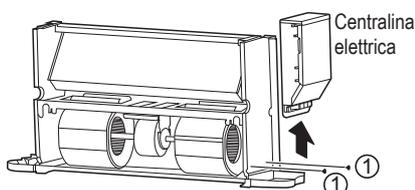

Figura 4-7 Rimozione della centralina elettrica
- f) Come mostrato in Figura 4-7, rimuovere le viti ① \*2 per estrarre la centralina elettrica.